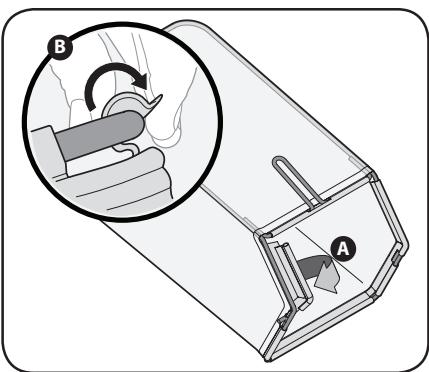

Figura 2-6
- Siga los pasos a continuación para ensamblar el colector de recortes de césped (si fuera necesario). Asegúrese que la bolsa para recortes esté con el lado derecho hacia afuera antes de ensamblar (la etiqueta de advertencia estará hacia afuera). Consulte la Figura 2-6.